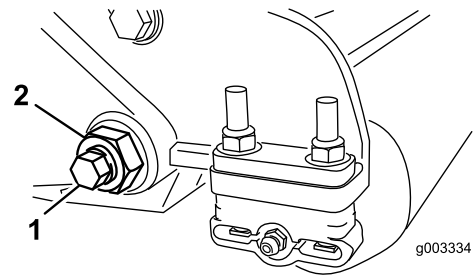
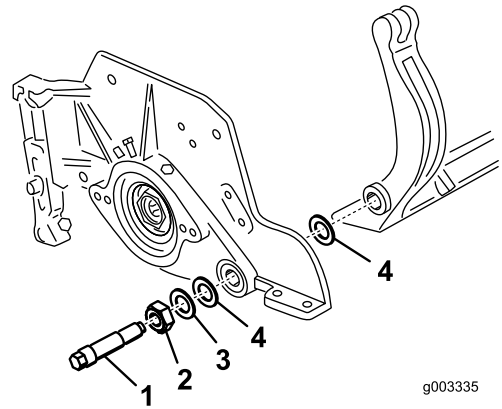

图 31
图 32
3. 在机器的另一侧松开固定底刀架螺栓 图 31 的锁紧螺母。
4. 拆下两个底刀架螺栓向下拉动底刀架并从机器螺栓 图 31 上拆下来。取下底刀架 图 32 两端的 2 个尼龙垫圈和 1 个冲压钢垫圈。
4. 在两个尼龙垫圈的外侧各放一个钢垫圈 图 32。